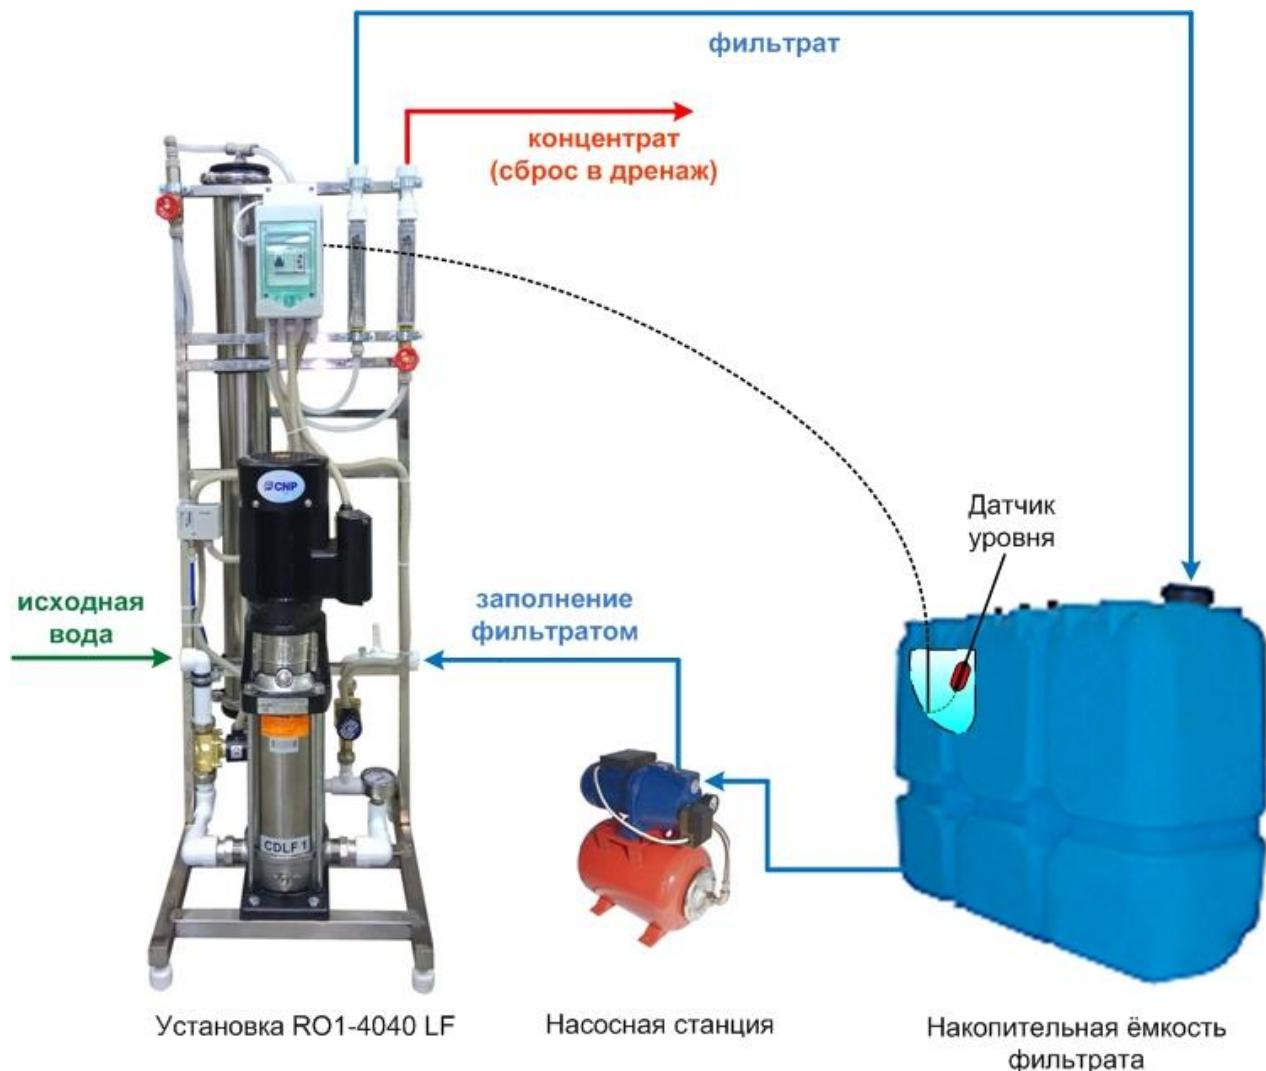

Рис. 3. Подключение трубопроводов к установке.
3.1.2. Подключить установку к магистрали исходной воды (давление – не менее 1,5 bar, расход не менее 1000 л/час), выход фильтрата – к отводящей магистрали чистой воды, выход концентрата – к дренажной системе (сброс – не менее 750 л/час). К крану K2 подключить напорную магистраль по-дачи фильтрата для заполнения при остановках (см. рис. 3). Рекомендуется на входе и выходе установки поставить отсекающие краны. Для нормальной работы установки потребитель должен обеспечить качество исходной воды не хуже указанного в табл.1.